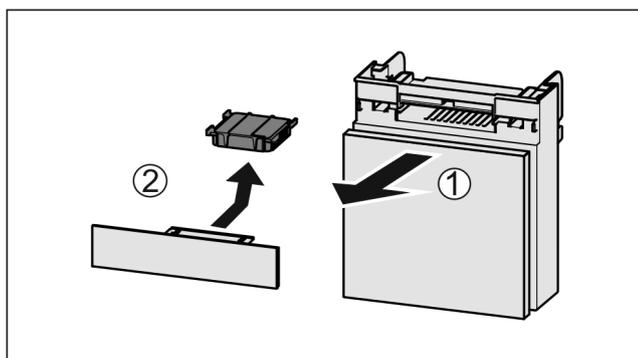

Fig. 123
- ▶ Estrarre il vano tirando in avanti Fig. 123 (1).
- ▶ Rimuovere il filtro a carboni attivi Fig. 123 (2).